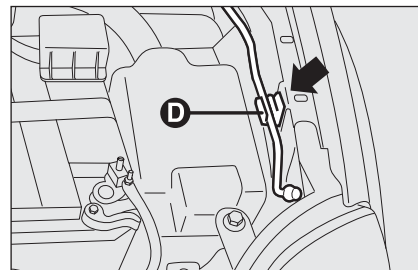
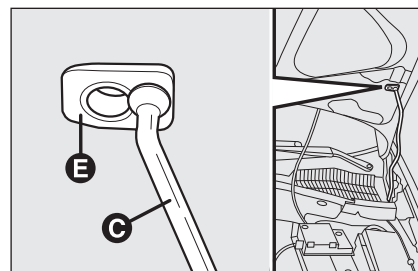

fig. 91
fig. 92
- sollevare il cofano e contemporaneamente liberare l'asta di sostegno **D-fig. 91** dal proprio dispositivo di bloccaggio, quindi inserire l'estremità **C-fig. 92** dell'asta nella sede **E** del cofano.
- tenere sollevato il cofano con una mano e con l'altra togliere l'asta **C-fig. 92** dalla sede **E** e reinserirla nel proprio dispositivo di bloccaggio **D-fig. 91**;